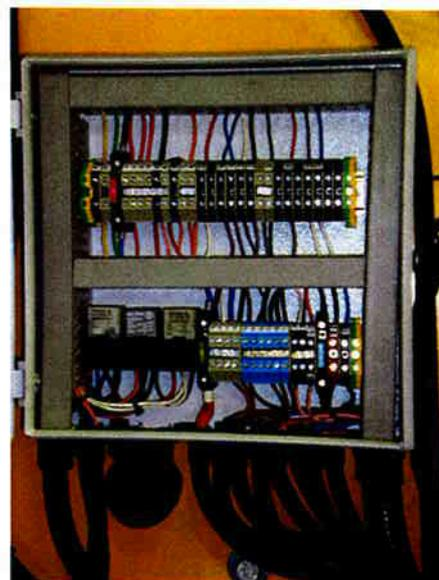

Bild 2
- Defekte Sicherungen erkennen sie am Aufleuchten der verbauten Kontrolldiode (Bild 2)